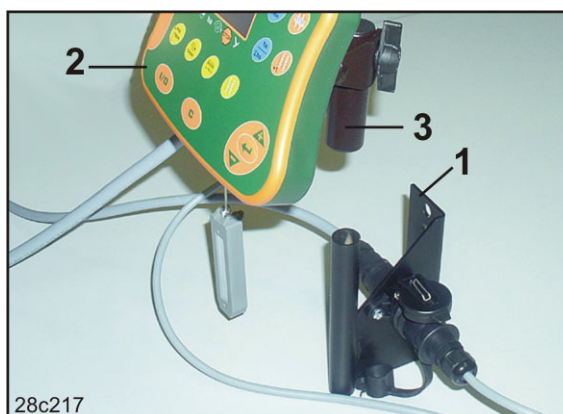

Fig. 11
1. Skru konsollen (Fig. 11/1) svingningsfrit og elektrisk ledende på til højre for føreren i traktorens førerhus i området, hvor terminalen kan ses og nås (Fig. 11/2).
2. Udstyr betjeningsterminalen med modstykket (Fig. 11/3).